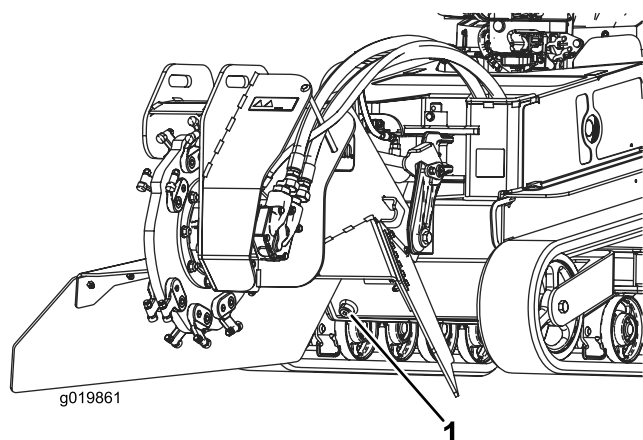

Figure 61
8. Retirez le bouchon de vidange du réservoir hydraulique pour permettre à l'huile de s'écouler dans le bac de vidange (Figure 61).